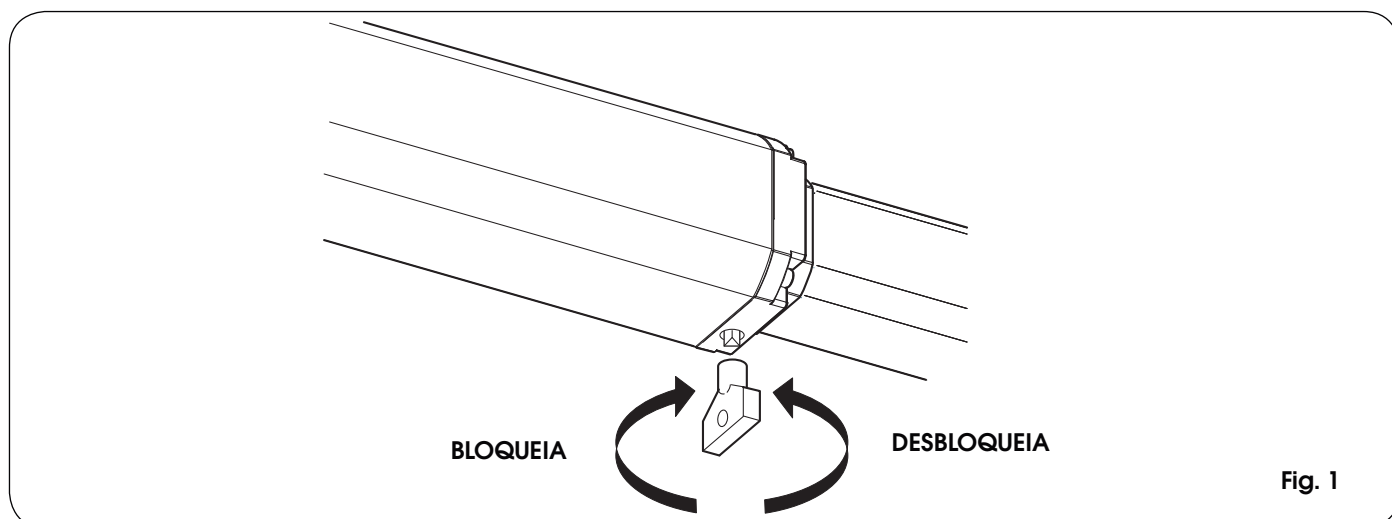

Fig. 1
- Inserir a respectiva chave triangular no parafuso de desbloqueio posicionada na parte inferior do anel (Fig. 1).
- Para bloquear novamente o operador, rodar no sentido horário, até parar, a chave de desbloqueio (Fig. 1).